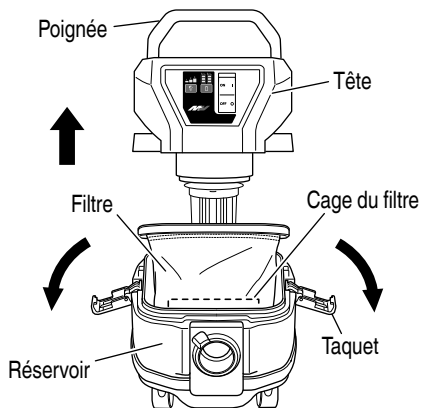
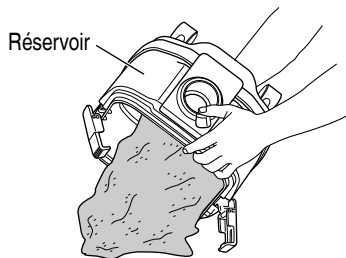

Fig. 20
Fig. 21
- (1) Retirez les taquets (x2) et soulevez la poignée de la tête. (Fig. 20)
- (2) Tout en frappant légèrement le côté interne du filtre à plusieurs reprises, retirez les poussières adhérant au filtre.
- (3) Inclinez le réservoir et videz les poussières. (Fig. 21)
- (4) Fixez le filtre, la cage du filtre, la tête et le taquet sur leurs positions initiales.